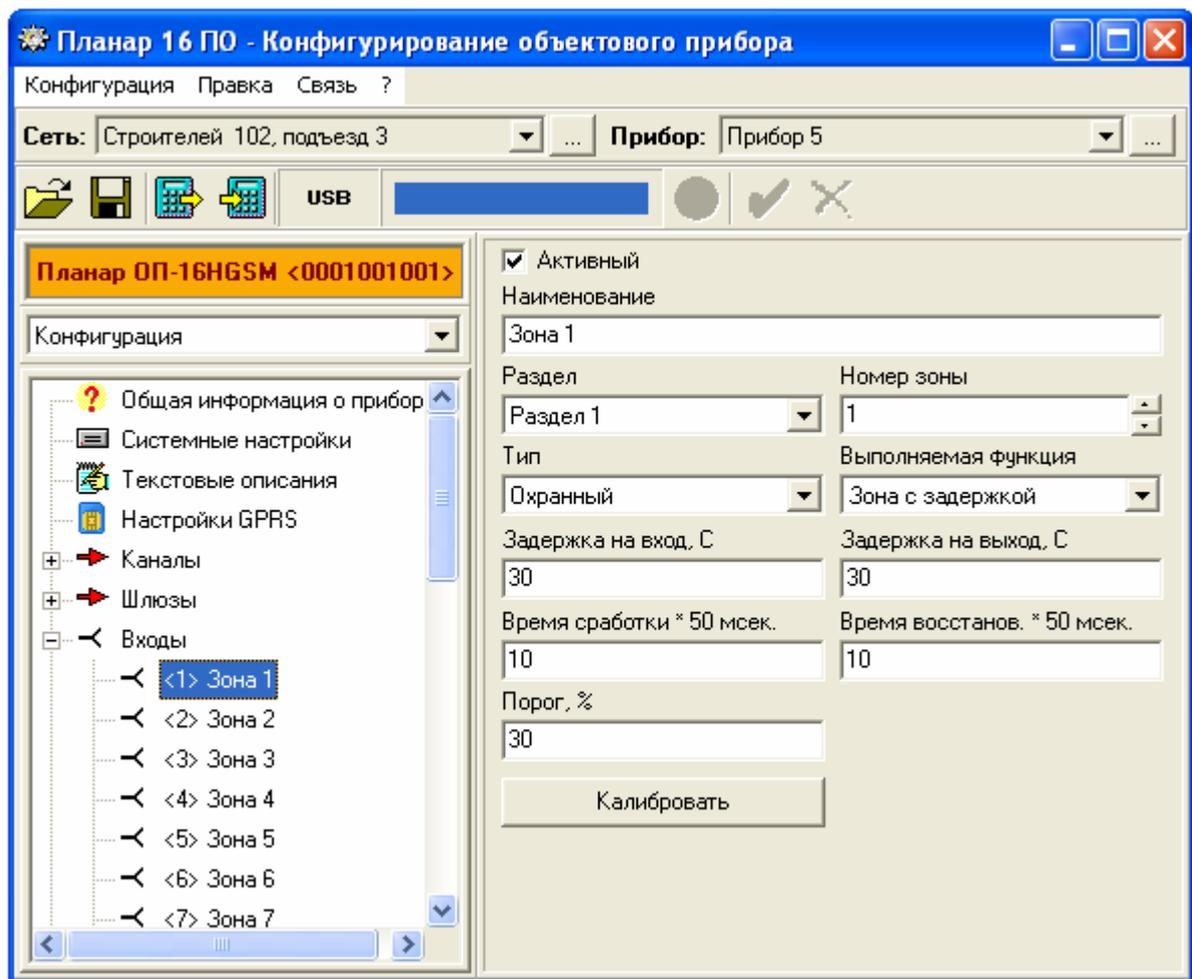

Рис. 12.16 Программирование входов
12.2.5.2.2.4. Типовое окно программы конфигурирования объектового прибора при программировании входов приведено на рис.12.16.